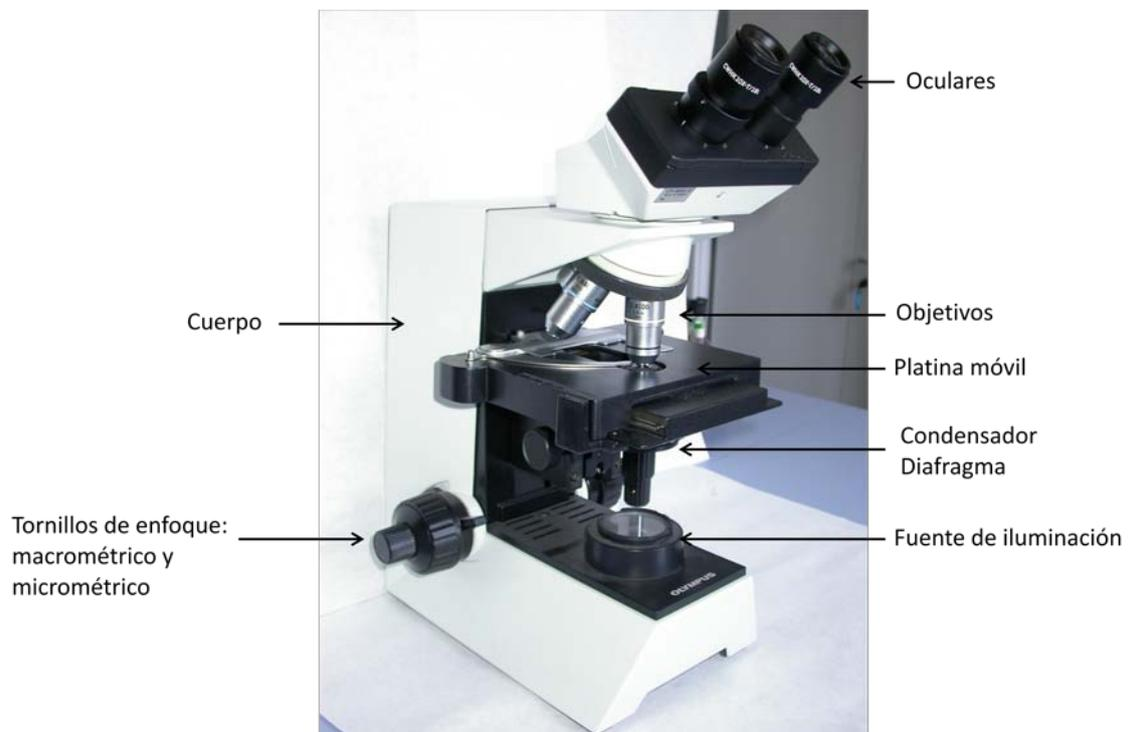

Figura 9. Microscopio óptico compuesto.
**Microscopio óptico compuesto.** Los componentes básicos del microscopio óptico son (Figura 9):